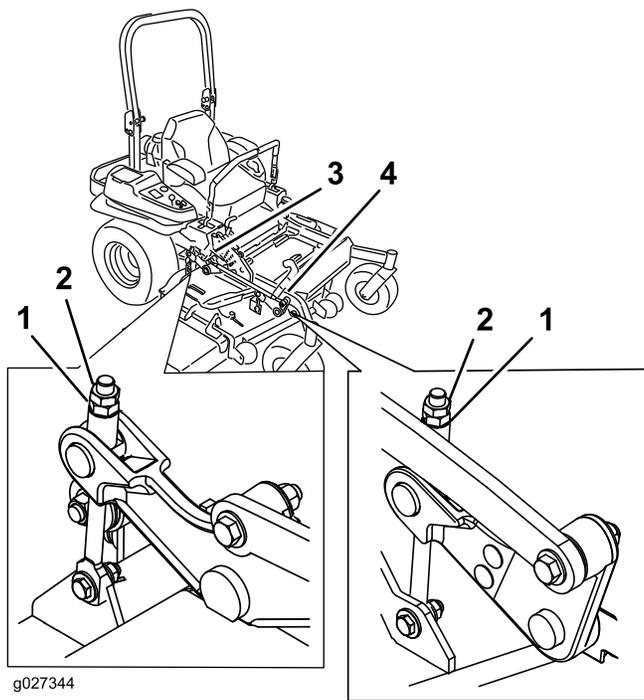

Figura 90
10. Para las carcasas de corte identificadas en Figura 90, gire la tuerca de ajuste del conjunto de elevación de la carcasa delantera para modificar la altura.